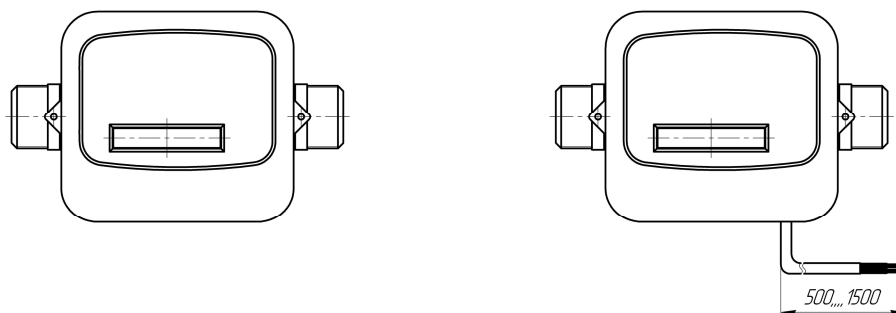

Рисунок 1 Рисунок 2
- без импульсного выхода и с импульсным выходом (рисунок 1 и рисунок 2);